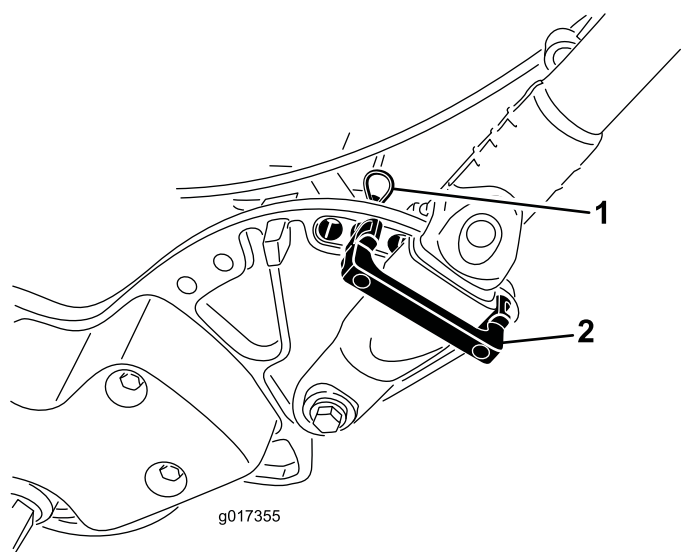

Figura 9
1. Enquanto apoia a pega, remova as braçadeiras de cabos que prendem os grampos da pega às placas laterais (Figura 9).
2. Rode a pega para posição de operação desejada e coloque um fixador da pega por cima do grampo e nos orifícios de alinhamento na placa lateral (Figura 9).
3. Mantenha o grampo na posição com um perno de gancho (Figura 9).